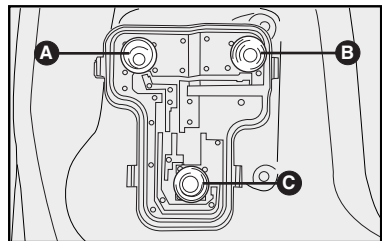

fig. 17
6) Las lámparas son de tipo **fig. 17**: